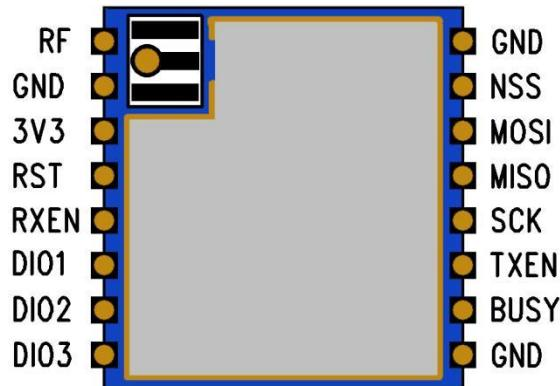

图 4. RC68A 引脚定义图 (Top View)
- 2、允许回流焊次数：2 次，基于以下回流焊(条件)(见图4)；
- 3、温度曲线：回流焊应按照下列温度曲线(见图4)；